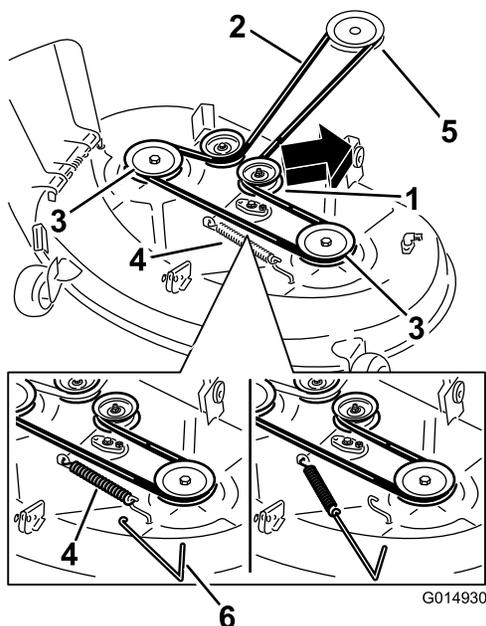
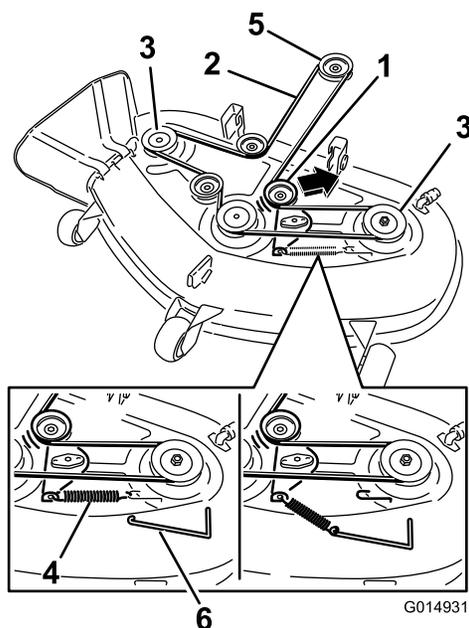

Figure 47
Figure 48
5. À l'aide d'un outil de dépose de ressort (réf. Toro 92-5771), décrochez le ressort du crochet sur le tablier pour détendre la poulie de tension et déchaussez la courroie des poulies (Figure 47 ou Figure 48).
6. Acheminez la courroie neuve autour de la poulie du moteur et des poulies du tablier de coupe (Figure 47 ou Figure 48).
7. À l'aide d'un outil de dépose de ressort, accrochez le ressort au crochet situé sur le tablier pour tendre la poulie de tension et la courroie du tablier de coupe (Figure 47 ou Figure 48).